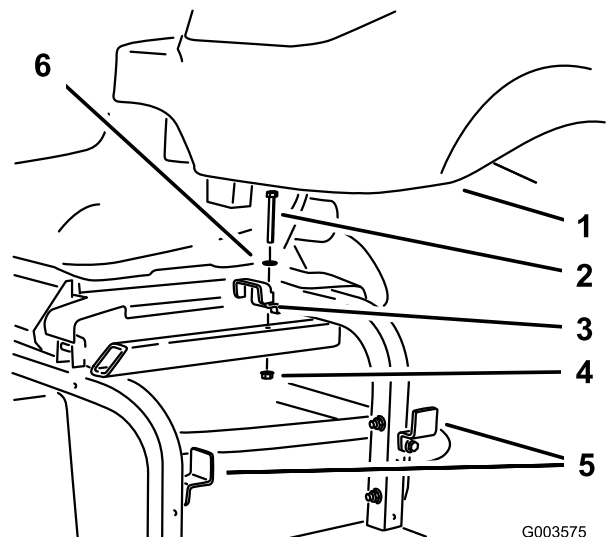

Bild 7
7. Nehmen Sie die obere Hydraulikbehälterhalterung vom Maschinenrahmen ab und lösen Sie die zwei Halterungen an der Seite des Rahmens (Bild 7). Entfernen Sie den Behälter und bewahren ihn auf; werfen Sie die obere Halterung, die Schraube, Scheibe und Mutter weg.